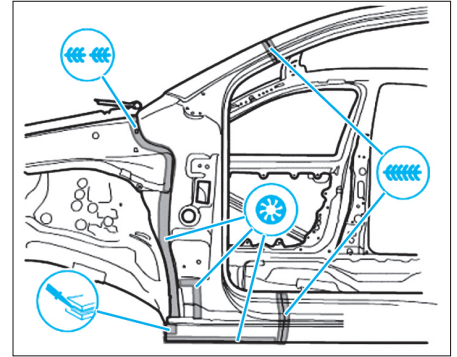

FIG. 42
- Dans un deuxième temps, souder par points de bouchonnage et cordons comme illustré (Fig.42).